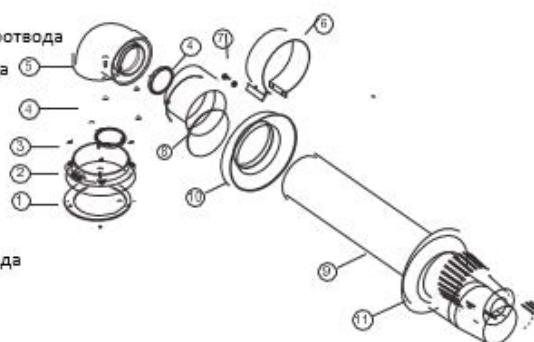

Рисунок 9
- На верхней поверхности котла в отверстии для воздуховода-дымохода установите фланцевую прокладку и затем соединительный фланец, плотно закрепите винтами. (Рисунок 9а-9б)
- Для позиционирования наружного терминала дымоотвода установите на терминале наружный фартук (EPDM) (Рисунок 9с). Снаружи помещения вставьте терминал дымоотвода в заранее выполненное отверстие в стене. С внутренней стороны в помещении установите на терминале дымоотвода внутренний фартук для закрытия прохода в стене. Другой конец соединительной муфты EPDM, установленный с одной стороны на колене 90°, установите поверх конца терминала дымоотвода. Поверх соединительной муфты EPDM установите хомут, слегка зажмите винты на хомуте (Рисунок 9д). Затем установите колено 90° в соединительном фланце дымохода и закрепите крепежными винтами (Рисунок 9е). В завершении плотно зажмите винты, установленные в хомуте поверх муфты EPDM и затем, продвиньте внутренний фланец до упора к стене, обеспечив герметичность между дымоотводом и стеной.
Рисунок 9а
Рисунок 9б
Рисунок 9с
Рисунок 9д
Рисунок 9е